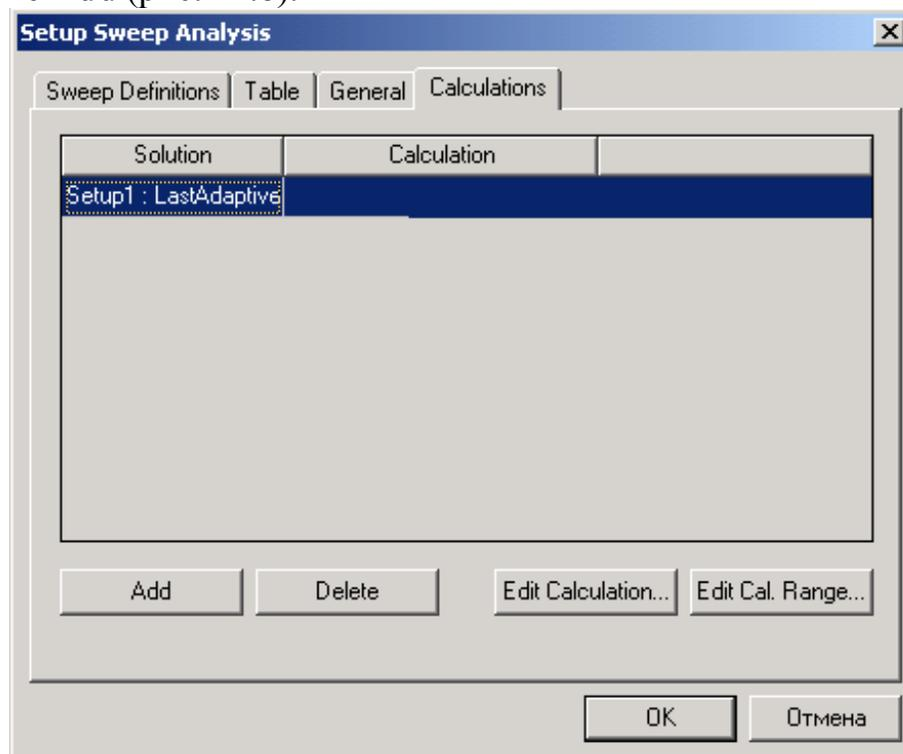

Рис. 12.8. Закладка расчета характеристик
2. Щелкните **Add** (рис. 12.8).